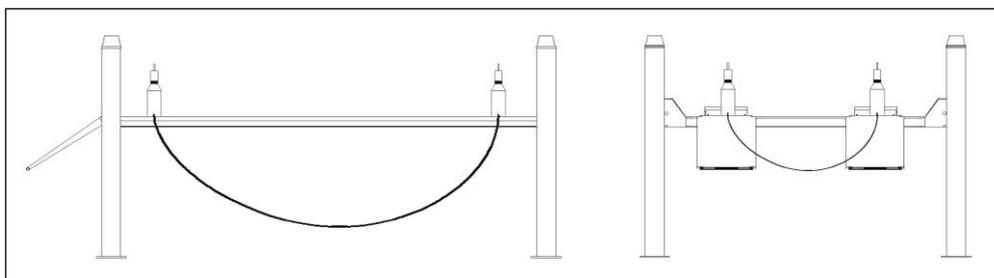

Рисунок 27
- Проверьте уровень для правой и левой платформы с помощью прозрачной уравнивательной трубки или указателя уровня (рис. 27).